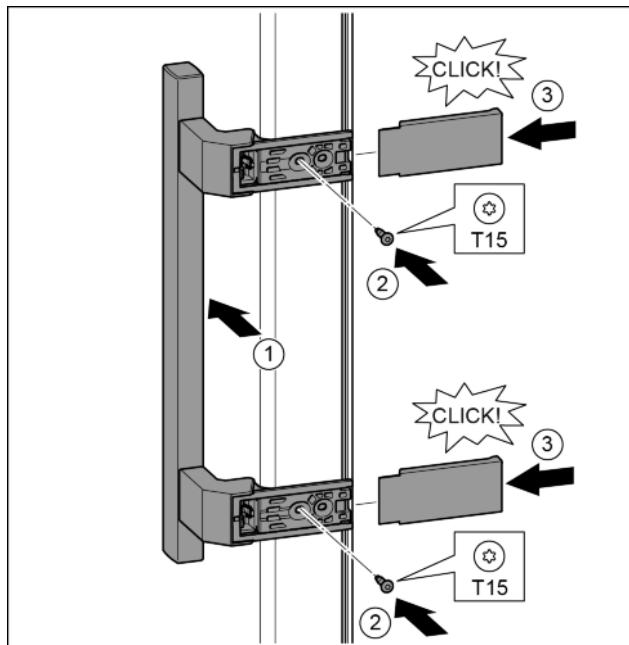

Fig. 21
- ▶ Установить ручку на противоположной стороне. *Fig. 21 (1)*
- ▶ Затянуть винты отверткой T15. *Fig. 21 (2)*
- ▶ Установить крышки сбоку и надвинуть. *Fig. 21 (3)*